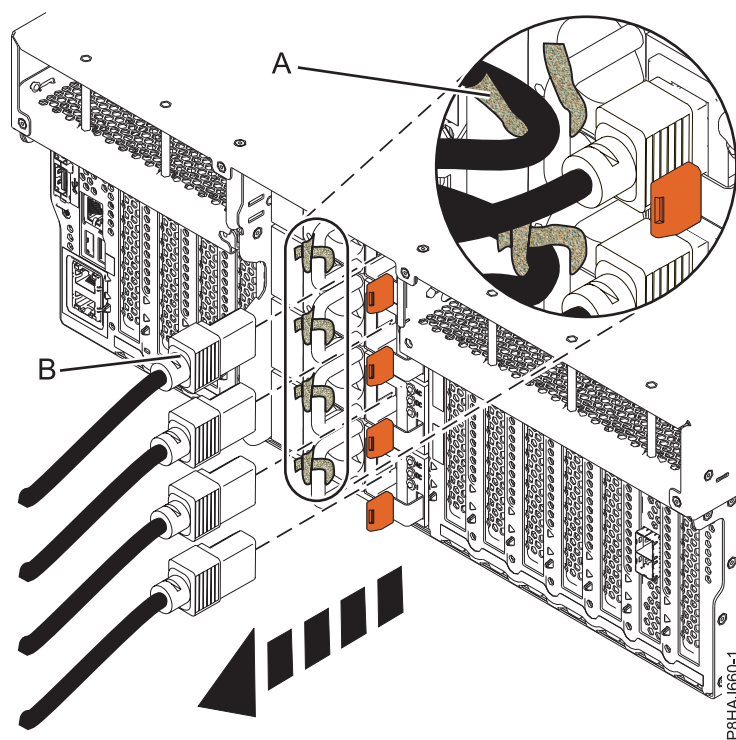
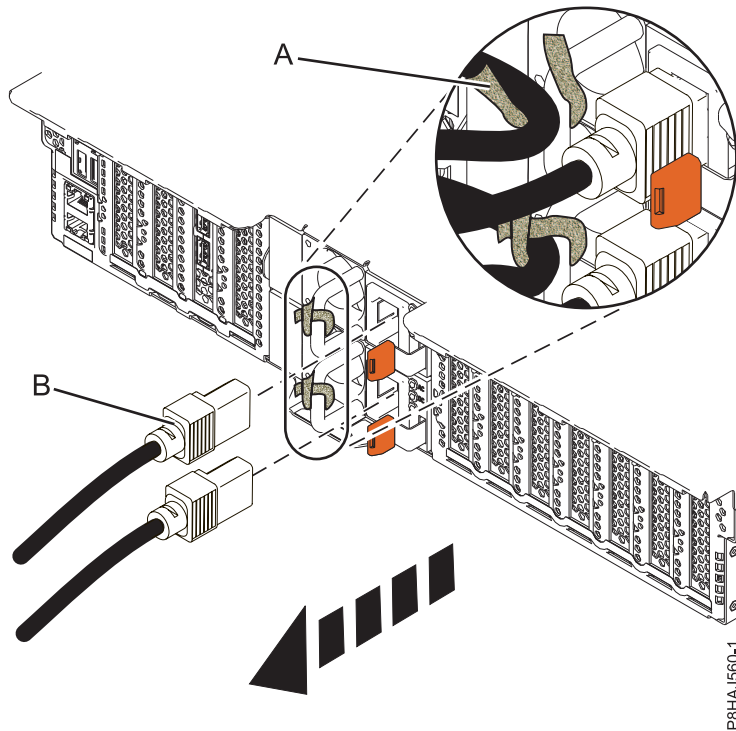
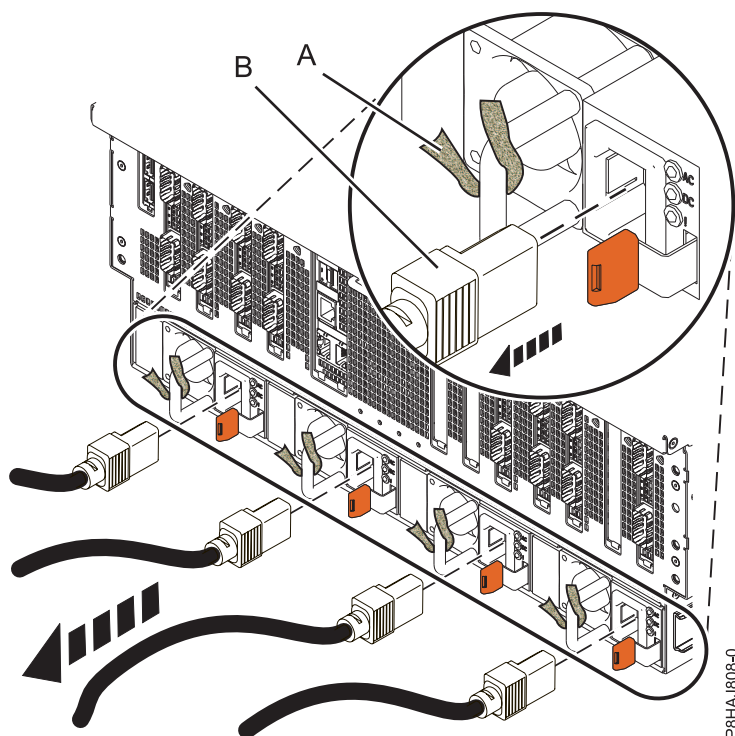

Figura 20. Remover os cabos de alimentação de um sistema 8247-42L, 8286-41A ou 8286-42A
Figura 21. Remover os cabos de alimentação de um sistema 5148-21L, 5148-22L, 8247-21L, 8247-22L, 8284-21A ou 8284-22A
Figura 22. Remover os cabos de alimentação de um sistema 8408-44E ou 8408-E8E
3. Desligue os cabos de alimentação (**B**) da unidade de sistema. Consulte Figura 20 na página 39, Figura 21 na página 39 ou Figura 22 na página 40, ou dependendo do tipo de sistema.